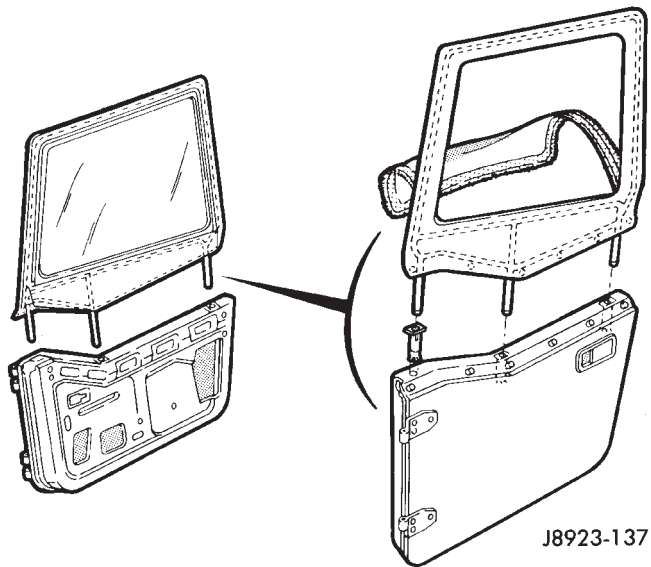

Abb. 41 Halbtür — Fenster
- (1) Tür öffnen.
- (2) Steckfenster an beiden Vorder- und Hinterkanten fassen und fest nach oben ziehen (Abb. 41).